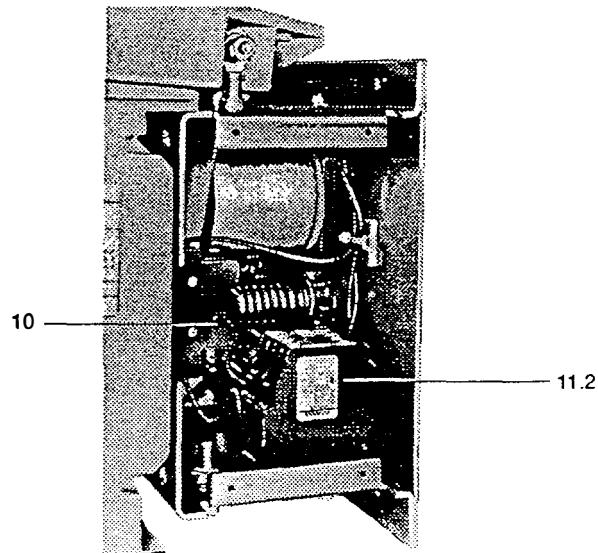

Fig. 5
(Hilfsschütz 11.2 s. Fig. 5)
(see Fig. 5 for relay contactor 11.2)
- Hilfsschütz 11.2 (Fig. 5) auf die Tragschiene aufsetzen und verriegeln
- Hilfsschalter 10 (Fig. 5) mit einer Schwenkbewegung in den Befestigungswinkel einrasten lassen (Stößel des Hilfsschalters taucht in Führung ein) und festschrauben
- Place relay conductor 11.2 (Fig. 5) on the support and lock in position